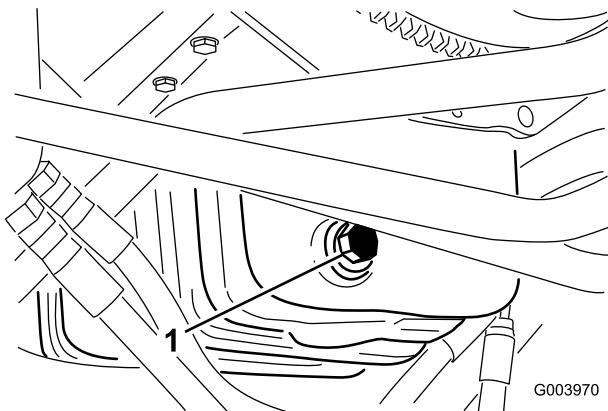

Figura 63
1. Togliete il tappo di spurgo (Figura 63) e lasciate defluire l'olio in una bacinella.